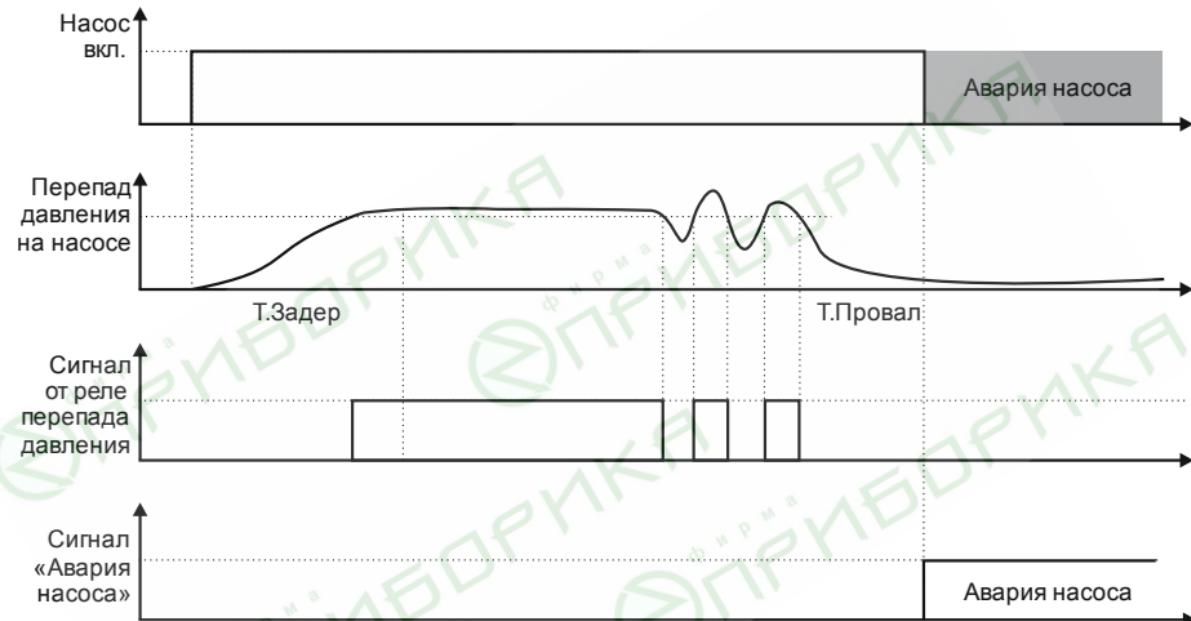

Рисунок 3.3 - Обработка сигнала от датчика перепада давления ( $\Delta P_1/\Delta P_2$ )
4) Нет перепада давления на насосе (рисунок 3.3)